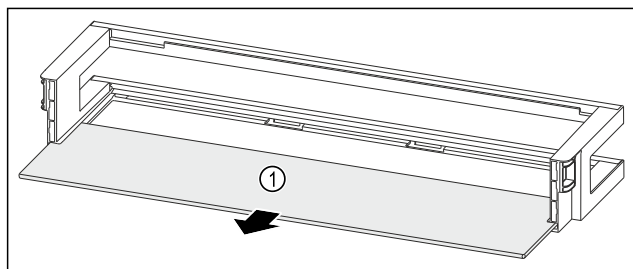

Fig. 48 Рафт на врата с рафт
- ▶ Сваляте рафта Fig. 48 (1).